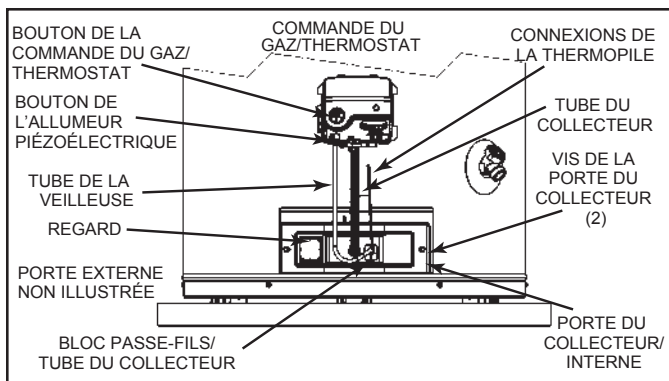

Figure 33
7. Enlevez les vis (tournevis à douille 1/4 po) qui retiennent l'assemblage du collecteur/brûleur à la chambre de combustion du chauffe-eau (Figure 33).